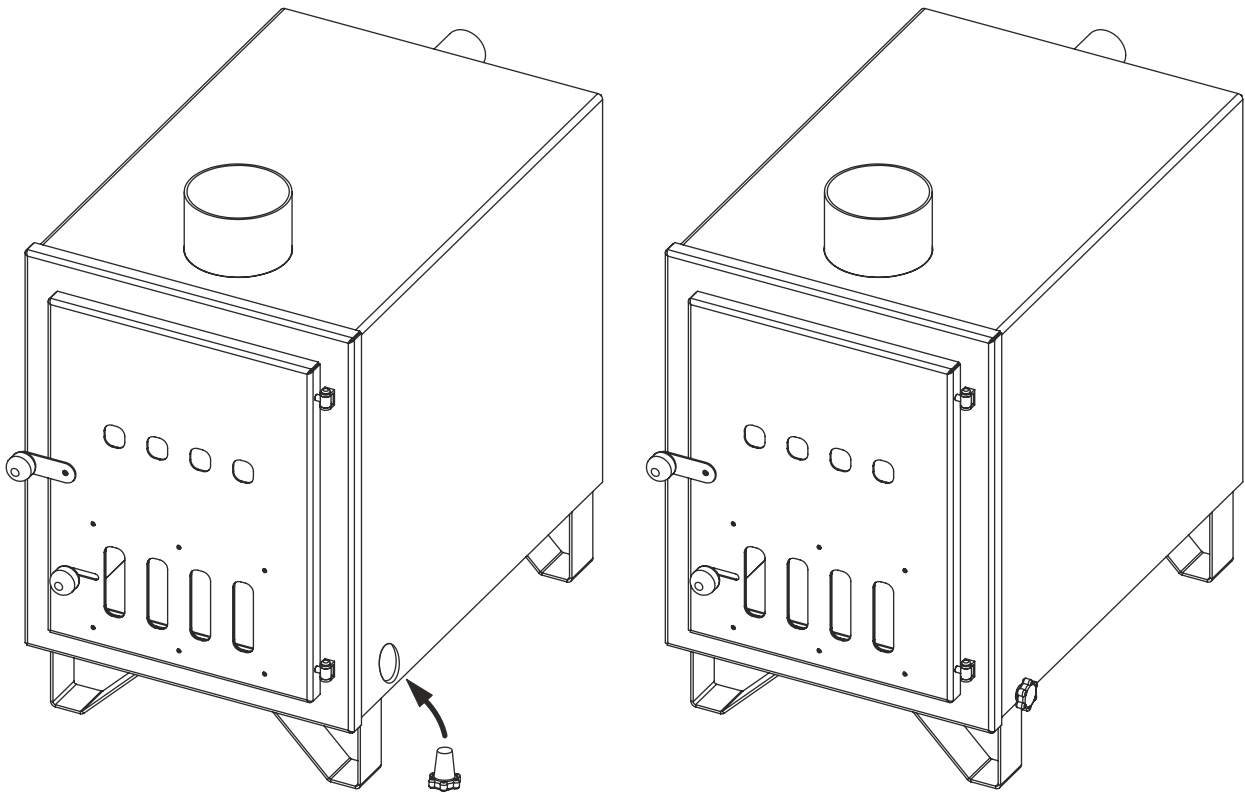

Abbildung 9
- Schließen Sie den Ablasshahn des Badezubers und ziehen Sie die Ablassschraube des externen Ofens fest (die Ablassschraube des externen Ofens befindet sich im Innern des Ofens). Siehe Abbildung 9 und 10